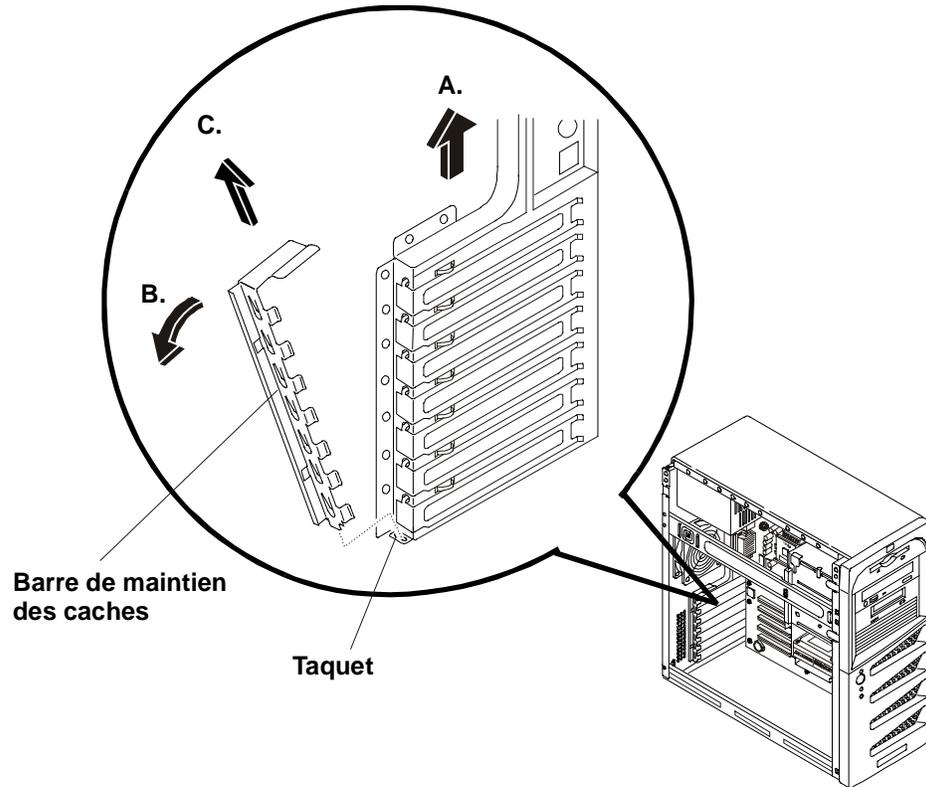

Figure 6-2. Retrait de la barre de maintien des caches
- c. Otez la barre de maintien et conservez-la pour la remettre en place ultérieurement. Reportez-vous à la figure 6-2.
10. Remettez en place la barre de maintien des caches de sorte que la carte d'extension soit bien maintenue. Procédez dans l'ordre inverse à celui représenté à la figure 6-2.